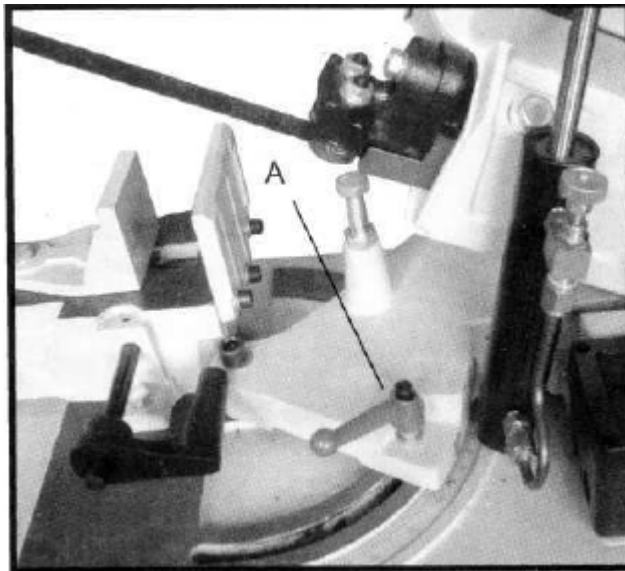

Fig. 17
Le bras de la scie peut être réglé à gauche entre 0° et 60° et à droite entre 0° et 45° ; Pour effectuer une coupe angulaire, desserrez le bouton moleté de verrouillage (A), Fig. 17, après avoir tourné le bras à l'angle souhaité, puis resserrez le bouton (A).